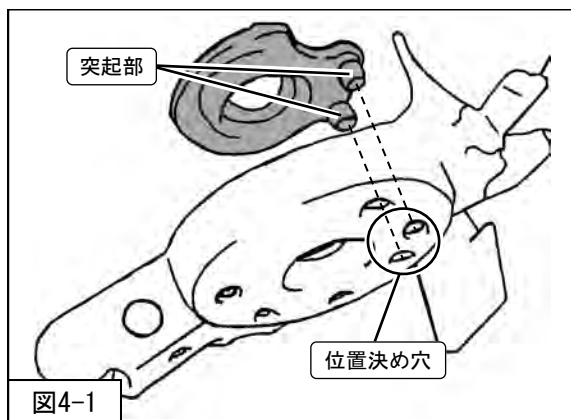

図4-1
1. リアコイルスプリングインシュレータLWRの突起部がロアアームの位置決め穴に確実に挿入されていることを確認してください。(図4-1)
※図4-1は左側の場合を表しています。